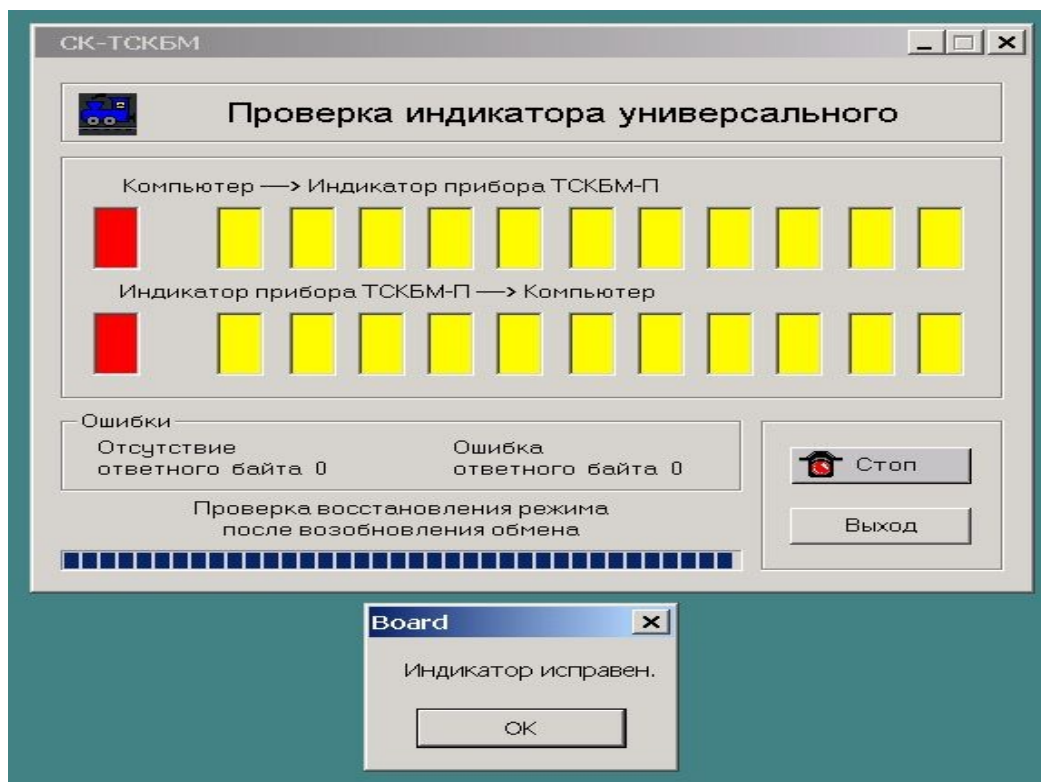

Рисунок 2.20 – Сообщение об окончании проверки исправного индикатора
- 12) Далее у исправного ТСКБМ-П программа **Проверка индикатора универсального** должна закончиться сообщением **«Индикатор исправен»** – рисунок 2.20. Нажмите **ОК** – останется панель программы.